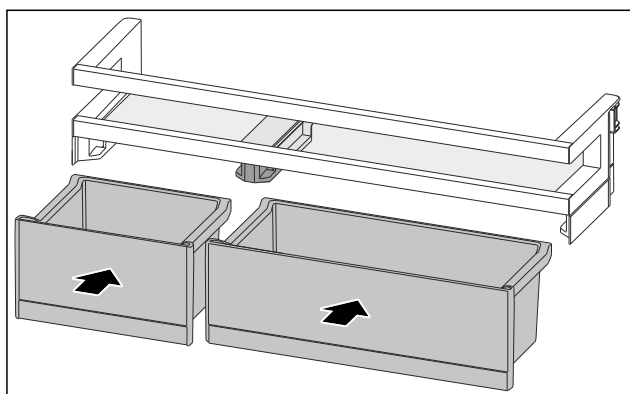

Fig. 155
- VarioBoxy vložte v opačném pořadí. (viz Fig. 155)